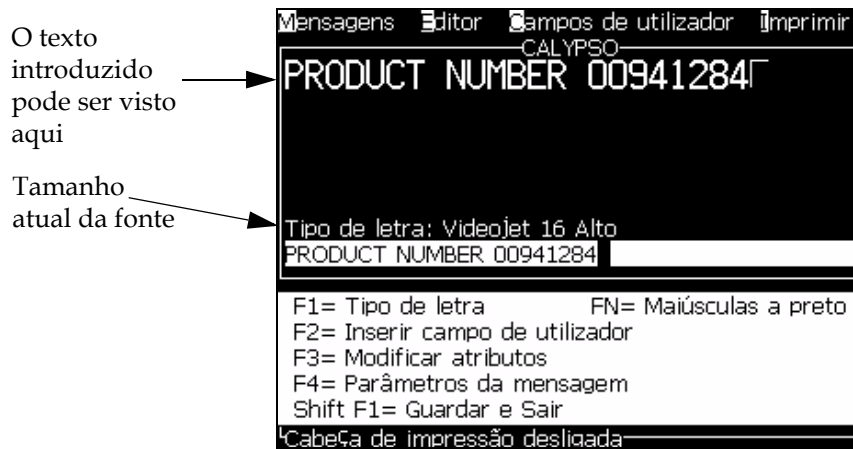

Figura 5-6: Criar nova mensagem
- 4 Pressione a tecla *Enter*. A tela do Editor de mensagens aparece (veja Figura 5-6 na página 5-19).